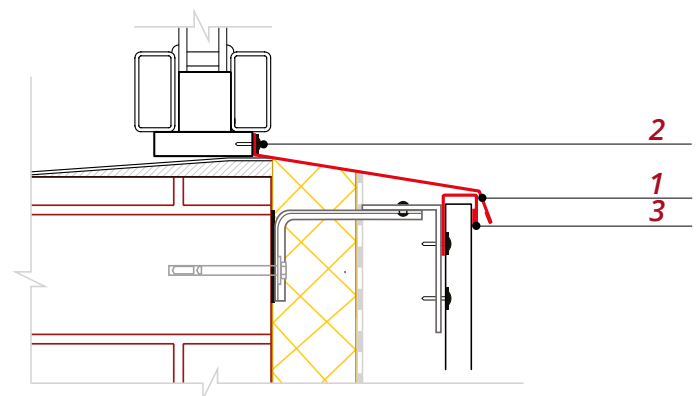

Рис. 14
■ Установите П-образную планку **3** по всей ширине оконного проема, как показано на рис. 14.